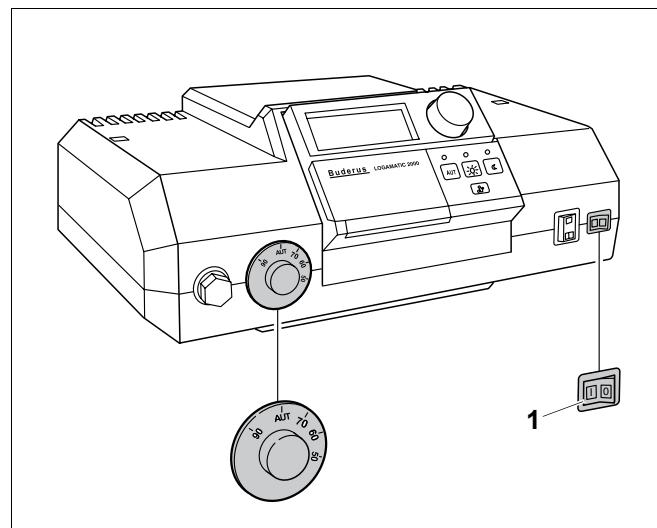
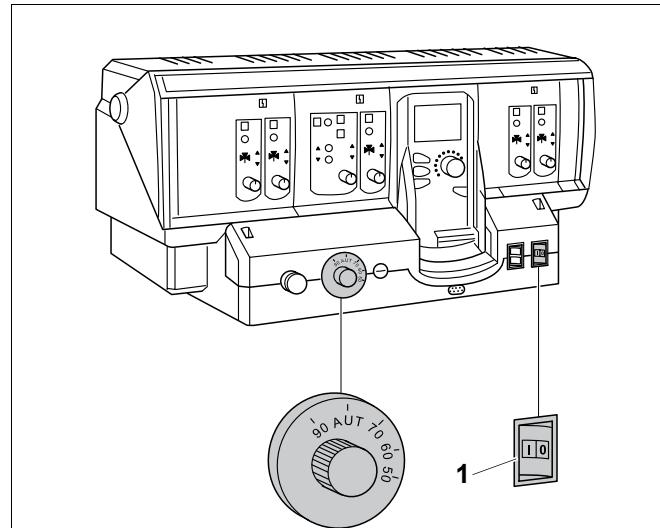

Рис. 37 Система управления Logamatic 2000
Рис. 38 Система управления Logamatic 4000
- Установить пусковой выключатель (рис. 37, **поз. 1** или рис. 38, **поз. 1**) в положение "0" (ВЫКЛ.).